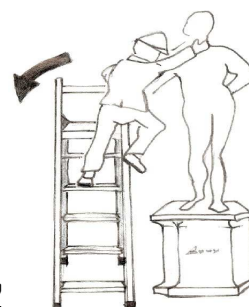

Fig.12
- Non prevedere l' utilizzo della scala per posizionamenti di attività laterali (Fig. 12) ;